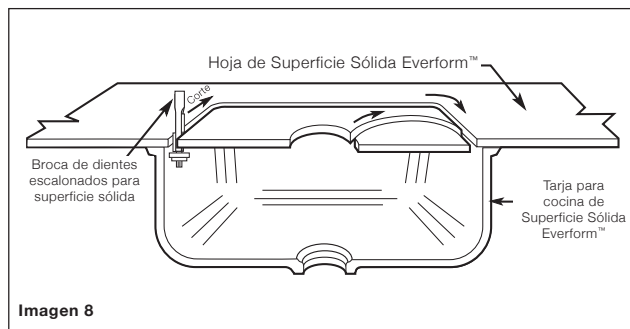

Imagen 8
- Retire el material de la hoja del centro del área de la tarja con la broca de la rebajadora. Para evitar daños en los bordes, corte hacia la derecha y mantenga la sección de corte estable. Se recomienda una rebajadora de velocidad variable, programada en el mayor ajuste de RPM, para este procedimiento (ver imagen 8).